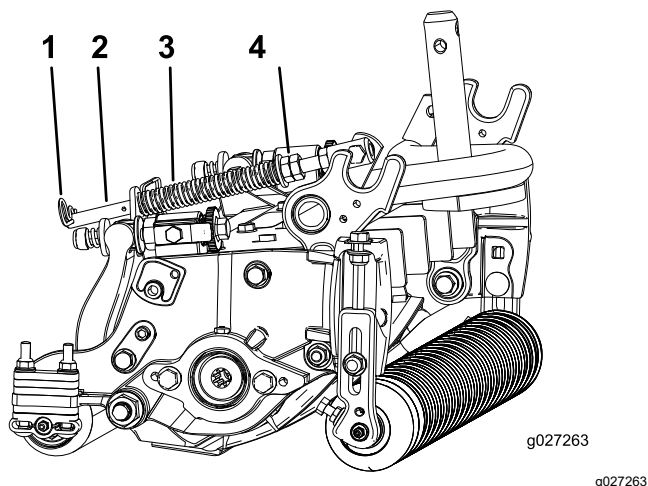

Figure 14
1. Vérifiez que la goupille fendue est insérée dans le trou de la tige de ressort (Figure 14).
2. Serrez les écrous hexagonaux à l'extrémité avant de la tige de ressort jusqu'à ce que la longueur du ressort comprimé soit égale à 12,7 cm ; voir Figure 14.